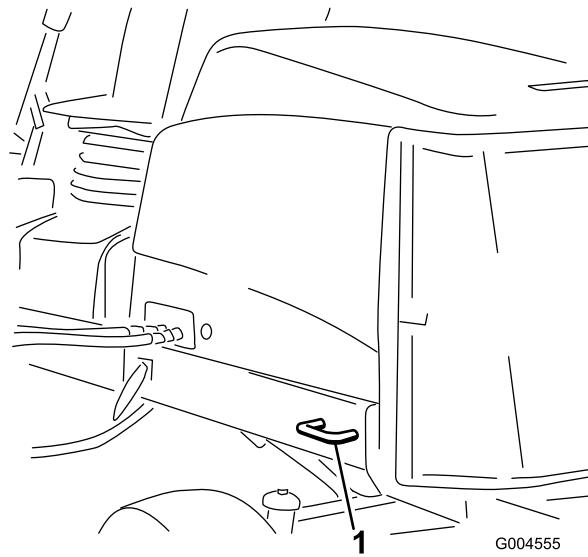

Figura 41
- **Traseira da máquina** – cada lado da máquina na estrutura traseira (Figura 41).